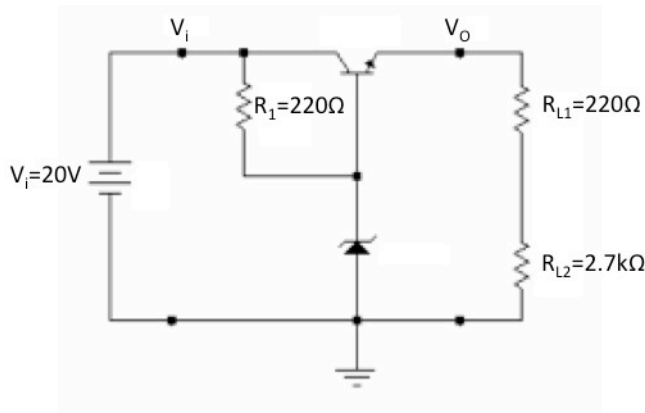

Figura 1: Regulador de Voltaje en Serie
La figura 1 muestra un circuito regulador de voltaje en serie. Se le llama regulador *en serie* pues el elemento regulador (el transistor) está en serie con la carga. El voltaje en la salida estará determinado por:
1. Construya el circuito regulador de voltaje en la figura 1. Utilice un transistor BJT de potencia (TIP29A o equivalente) y un diodo zener de 12 V. Conecte un voltaje de entrada de 18 V dc y mida el voltaje de salida. Compare con el valor esperado.